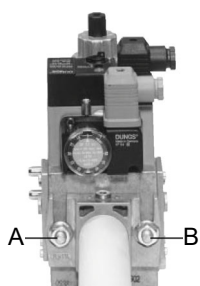
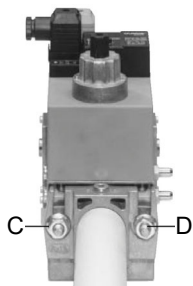

Fig. 2
Fig. 3
3. apretar los tornillos A, B, C y D (Fig. 2 - Fig. 3), respetando las posiciones de montaje (Fig. 5);